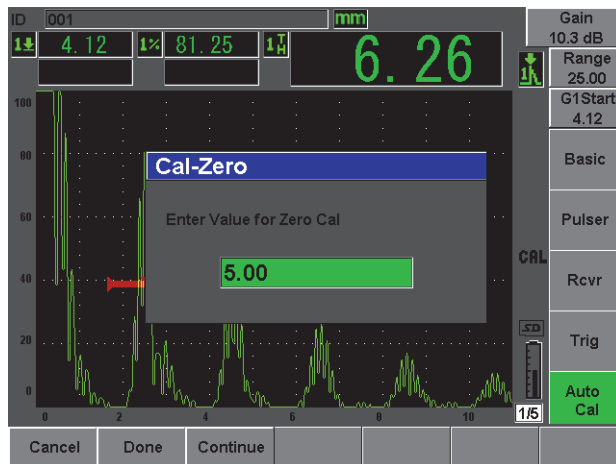

Figure 2-14 Valeur Cal-Zero (ÉtalZéro)
6. Appuyez sur **Cal-Zero** (ÉtalZéro) [voir la Figure 2-14 à la page 45].